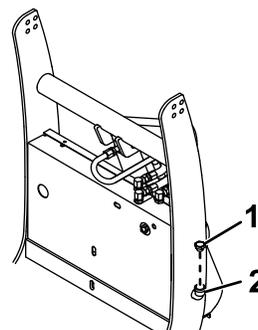

Figura 31
2. Limpie la zona alrededor del tapón de llenado (Figura 31).
3. Retire el tapón de llenado del depósito hidráulico (Figura 31).